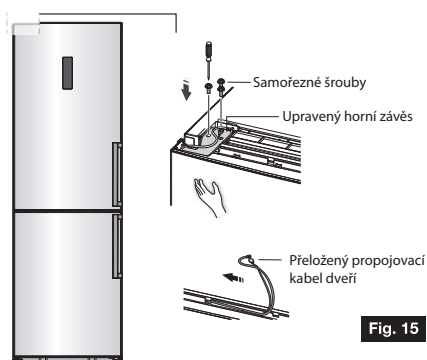

Fig. 15
15. Nasadte dvířka na závěsný čep, vyrovnejte je a jistěte rukou proti pádu. Fig. 15 Přiložte upravený horní závěs, přeložte propojovací elektrický kabel vedený v horní hraně dvírek zprava doleva a přiveďte jej nad přiloženým závěsem ke konektoru kabelu v těle chladničky. Závěs (a zemnicí vodič) upevněte 3 samořeznými šrouby.